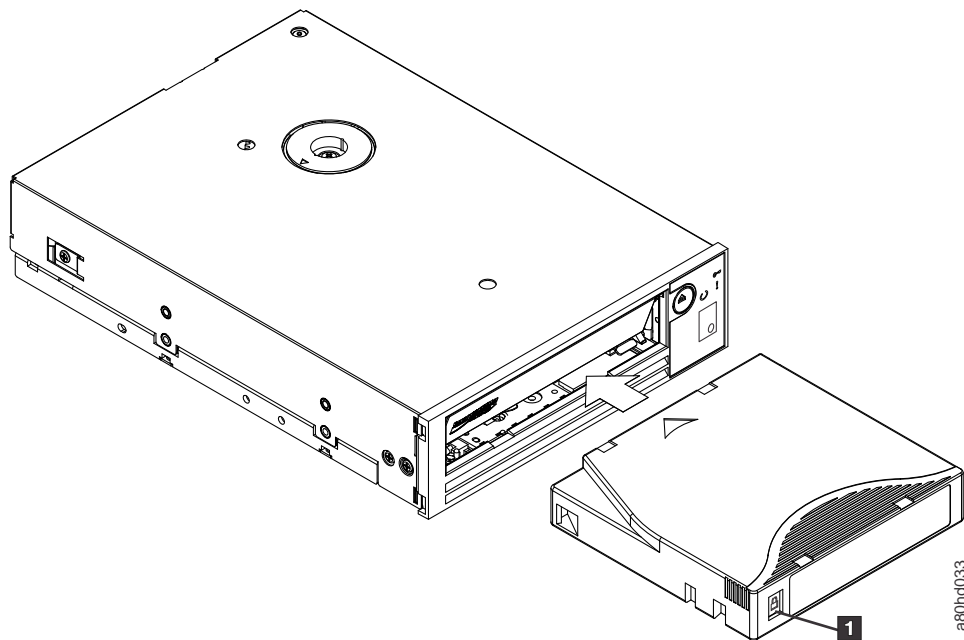

図 3-5. ロード
4. テープ・ロード格納機構にカートリッジをスライドさせて入れます (図 3-5 を参照)。テープ ドライブはカートリッジを自動的にロードします。